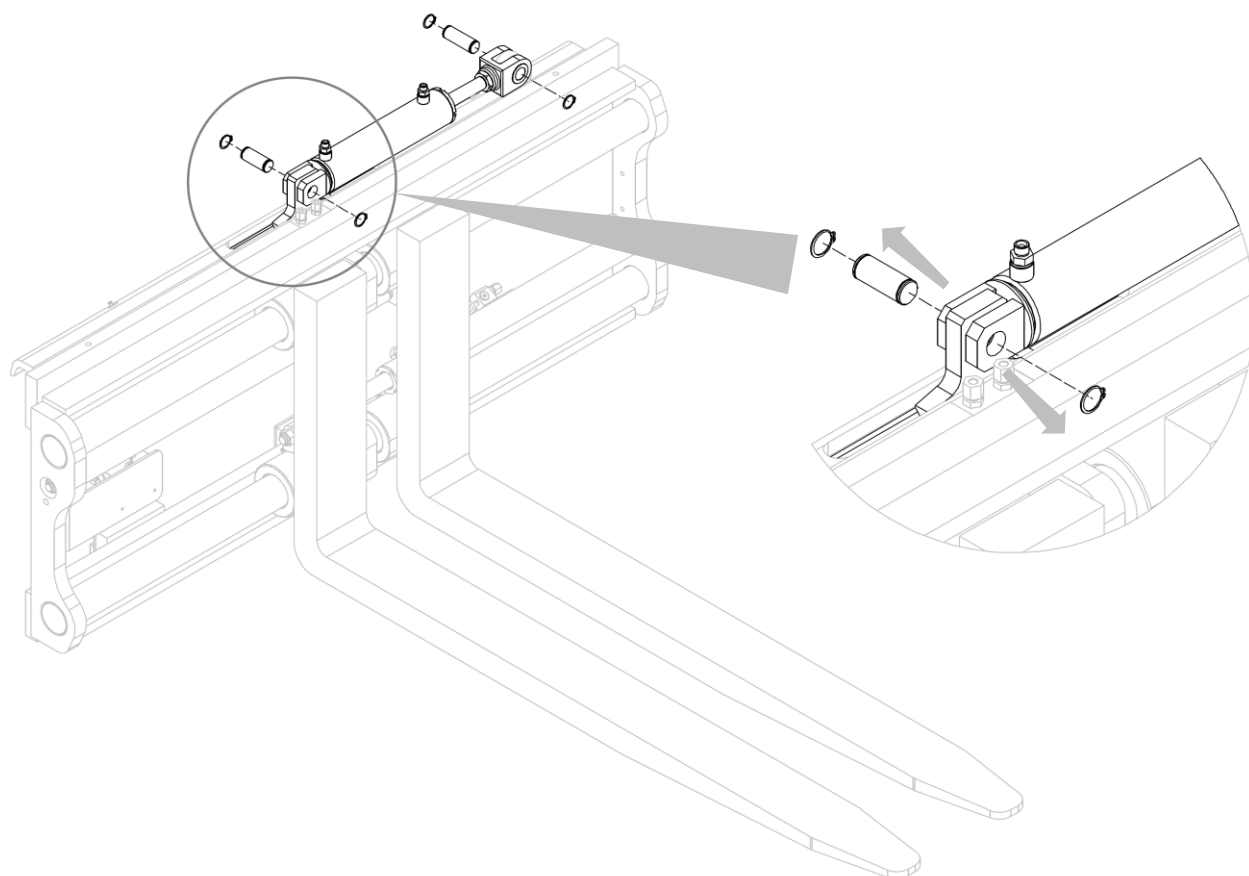

Figura 5
4. Quite los anillos para quitar los dos pasadores que bloquean el cilindro de desplazamiento (mira *Figura 5*).